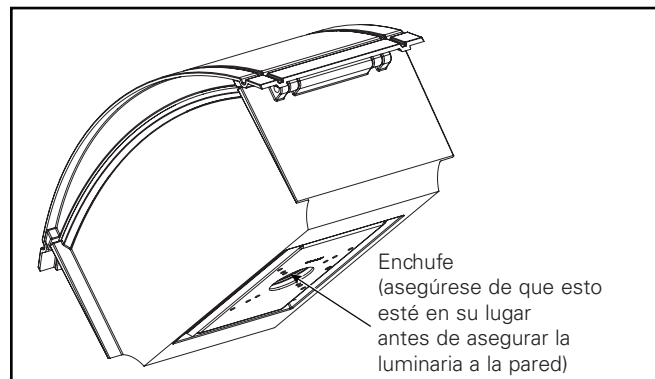

Figura 1a.
5. Asegúrese de que el enchufe en la parte inferior de la carcasa esté en su lugar como se muestra en la Figura 1a.